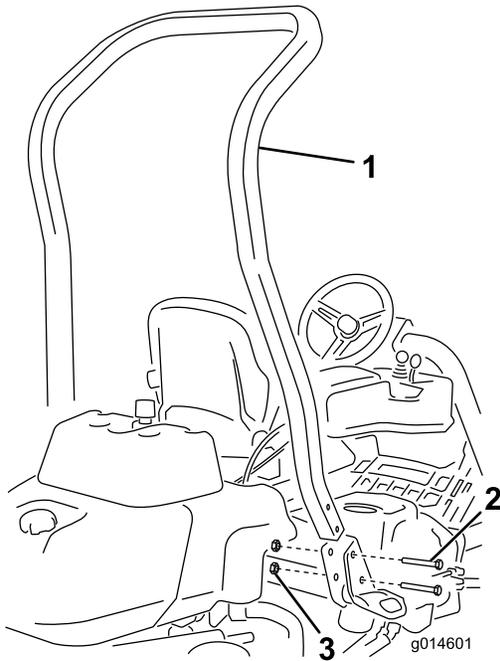

图3
3. 使用 4 个螺栓 (1/2 x 3-3/4 英寸) 和 4 个凸缘螺母 (1/2 英寸) 将翻车保护杆安装到机器两侧的卡槽中 (图3)。